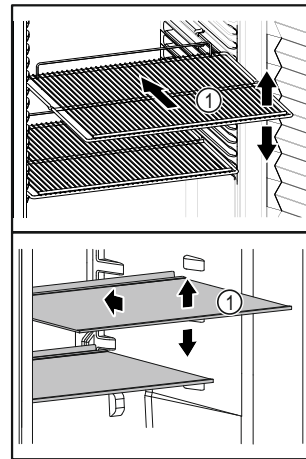

Fig. 54 Beispielhafte Darstellung
- ❑ Wenn Ablageflächen Fig. 54 (1) versetzbar sind, Ablageflächen je nach Höhe anpassen.